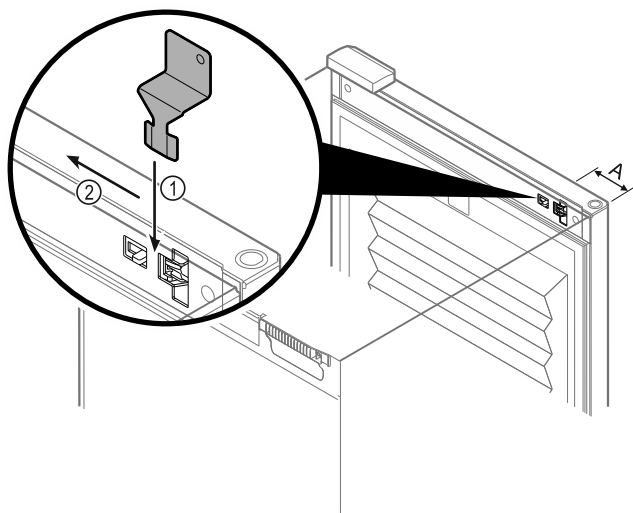

Fig. 148
- Posizionare la chiave di sblocco di emergenza nella posizione specificata Fig. 148 (A) $\approx$ 100 mm.
- Inserire la chiave di sblocco di emergenza Fig. 148 (1) tra la porta e il corpo dell'apparecchio dall'alto fino a battuta.
- Tirare la chiave di sblocco di emergenza verso la cerniera. Fig. 148 (2)